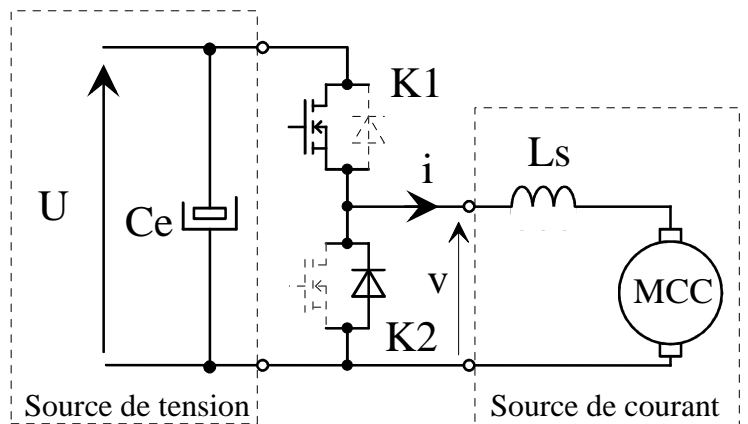

Fig. 10.2 Fonctionnement en hacheur de type BUCK (dessins\hacheur6.drw).
- g) Simplifier le schéma de la figure 10.2, en tenant compte des hypothèses ci-dessus.